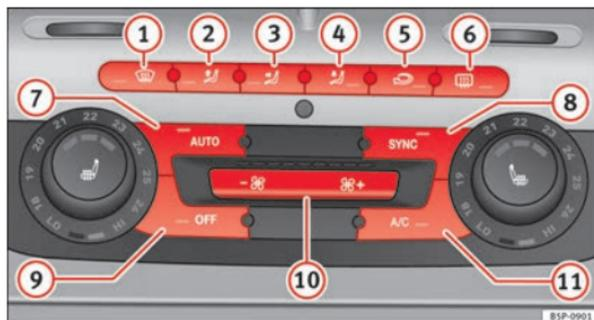

Fig. 128 Sur la planche de bord : éléments de commande du Climatronic bi-zone.
- Tournez les molettes de régulation de la température ⇒ fig. 128 pour régler la température du côté gauche et droit respectivement.
- Appuyez sur la touche **AUTO** ⇒ fig. 128. « AUTO High » apparaît sur l'afficheur de l'autoradio (grande vitesse de la soufflante).
- Appuyez de nouveau sur la touche **AUTO** ⇒ fig. 128. « AUTO Low » apparaît sur l'afficheur de l'autoradio (basse vitesse de la soufflante).